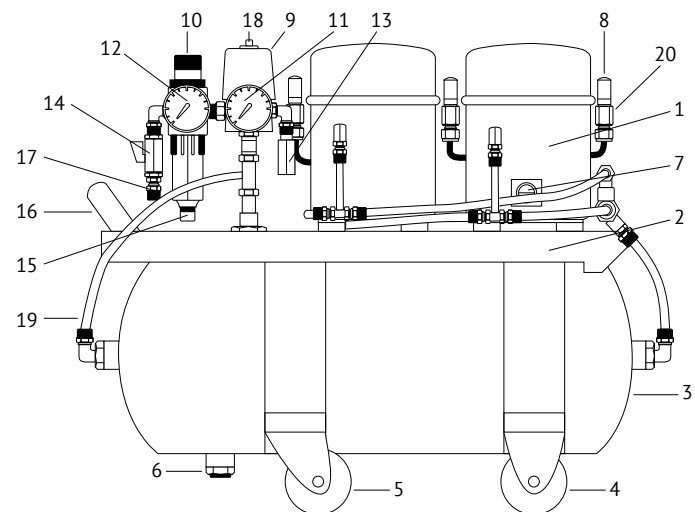

Рис. 1. Компрессор К-9:
4.1 Внешний вид панели показан на Рис. 1.
4.2 Основные детали компрессора установлены на платформе 2 (Рис. 1), которая с помощью хомутов закреплена на ресивере 3. К нижней части хомутов приварены опоры на которые закрепляются колеса 4 и 5, задние не поворотные, передние поворотные. Наличие четырех колес значительно облегчает перемещение компрессора в пределах помещения. Компрессорные блоки 1 закреплены на платформе с помощью виброгасящих резиновых втулок и оснащены окном 7 для контроля уровня масла и воздушными фильтрами 8. Для обеспечения автоматической работы компрессора имеется реле давления 9, которое настроено на выключение при увеличении давления до 0,9 МПа и включение его при уменьшении давления до 0,7 МПа. Давление включения и отключения контролируется манометром 11. Для поддержания давления на одном уровне имеется фильтр-регулятор
6.4 Убедившись, что *выключатель 18* (Рис. 1) выключен, подключите компрессор к сети переменного тока 220 В, 50 Гц, имеющей заземляющий контакт.
7.1 Закройте *кран 14* (Рис. 1).
7.7 При кратковременных перерывах в работе достаточно перекрыть *кран 14* (Рис. 1) и стравить воздух из подводящего шланга с помощью присоединенной панели ПСКА или другого оборудования. Для возобновления работы достаточно открыть *кран 14*.